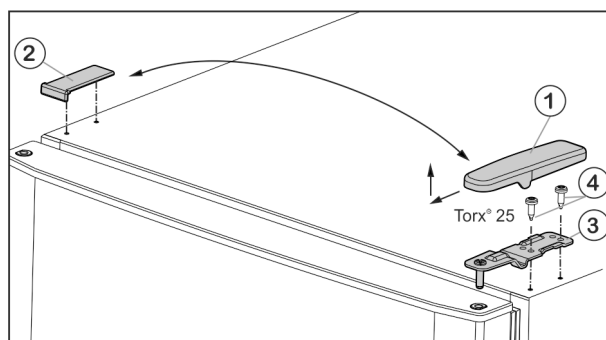

Fig. 5
- ▶ Afdekking *Fig. 5 (1)* naar voren en boven wegtrekken.
- ▶ Afdekking *Fig. 5 (2)* eraf nemen.
- ▶ Bovenste lagerbus *Fig. 5 (3)* losschroeven (2 maal Torx® 25) *Fig. 5 (4)* en naar boven eraf trekken.
- ▶ Plaats de bovenste lagerbus *Fig. 5 (3)* aan de nieuwe scharnierkant in de deur.
- ▶ Bovenste lagerbok **vastschroeven (met 4 Nm)** (2 keer Torx® 25) *Fig. 5 (4)*. Eventueel een accuboormachine gebruiken.
- ▶ Afdekking *Fig. 5 (1)* aan de andere kant buiten plaatsen en vastklikken.
- ▶ Afdekking *Fig. 5 (2)* steeds aan de andere kant van bovenaf plaatsen en vastklikken.